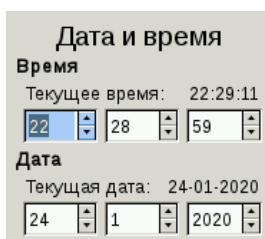

Рис. 3.3. Диалоговое окно **Дата и время**
- ◇ **Дата и время**, при выборе которого открывается диалоговое окно настроек даты и времени (рис. 3.3), в котором пользователь устанавливает текущие время и дату;